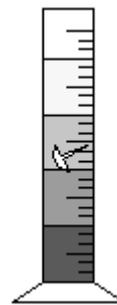

Figura 2
7. Una vez que se encuentre la probeta llena de las cuatro sustancias, busca algunos objetos pequeños (por ejemplo: la tapa de una pluma, una goma pequeña, una tachuela, un botón, una moneda o una bolita de papel) e introdúcelos suavemente dentro de la probeta, para ver dónde se estacionan. Ten cuidado al meter los objetos dentro de la probeta, para evitar que se mezclen las sustancias (Figura 2).